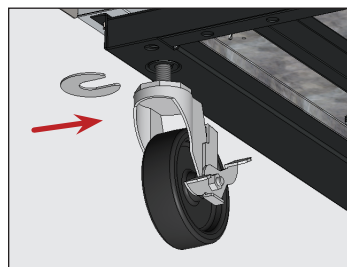

Fig. 9. Inserire lo spessore della ruota. Assicurarsi di stringere a sufficienza il gambo della ruota.
5. Nell'estremità inferiore dell'apparecchio, allentare la vite della ruota orientabile tanto da far scorrere gli spessori della ruota tra i cuscinetti della ruota e la guida inferiore dell'apparecchio. Vedere fig. 9.
6. Installare il numero desiderato di spessori. Vedere fig. 9.